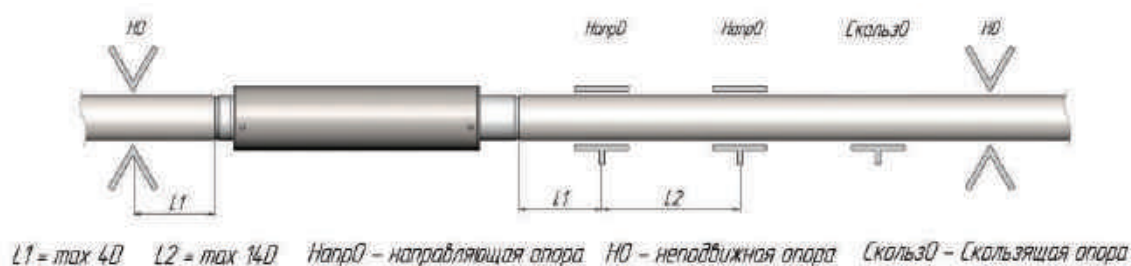

Рис. 6
1.4. При размещении осевых компенсаторов у неподвижной опоры расстояние до нее должно быть в пределах 2-4 номинальных диаметров. В этом случае направляющие опоры для компенсатора устанавливаются только с одной стороны (рис.6).